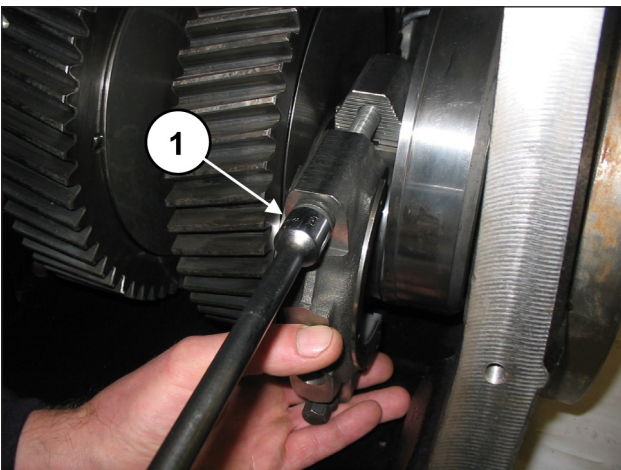

Abb. 84
Befestigen Sie die Pleueldeckel mit Pleuelhälften anhand der Schrauben M12x1.25x87 (Pos. ①, Abb. 84).